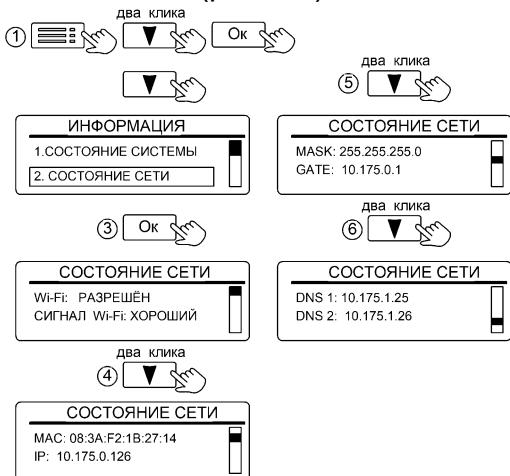

Рисунок 29. Вид вкладки «СОСТОЯНИЕ СЕТИ»
11.3.2 Окно «2.СОСТОЯНИЕ СЕТИ» отображает уровень Wi-Fi сигнала и сетьевые данные (рис. 29).